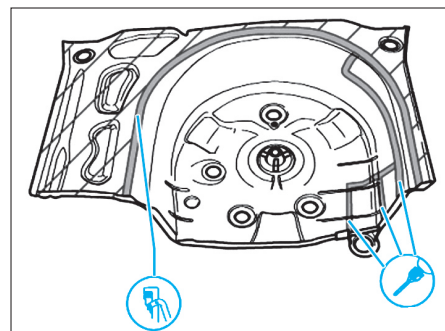

FIG. 128
- Reporter la ligne de coupe sur la pièce neuve et percer des trous de 7 mm (Fig.128).